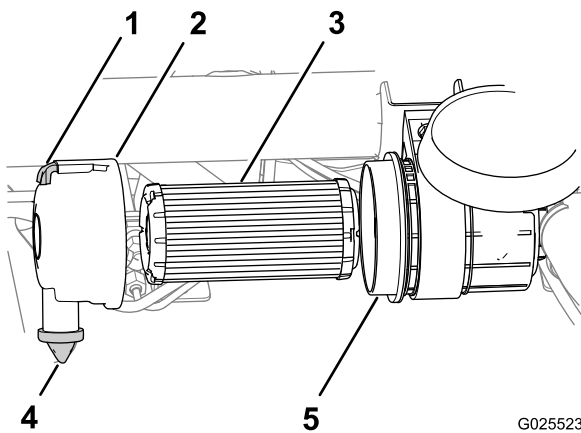

Figura 52
1. Tirate il fermo verso l'esterno e ruotate il coperchio del filtro dell'aria in senso antiorario (Figura 52).
3. Togliete il filtro dell'aria dall'alloggiamento (Figura 52).
4. Pulite l'interno del coperchio del filtro dell'aria e del relativo alloggiamento (Figura 52).
5. Rimuovete la valvola antipolvere in gomma dal coperchio (Figura 52).
6. Pulite il foro di espulsione della morchia, situato sul coperchio del filtro dell'aria, e la cavità della valvola antipolvere, quindi riposizionate la valvola antipolvere (Figura 52).
8. Montate il filtro dell'aria nuovo premendo leggermente sul suo bordo esterno per inserirlo nel relativo alloggiamento (Figura 52).
9. Allineate il coperchio del filtro dell'aria con la valvola antipolvere in posizione a ore 6, vista dall'estremità sinistra del coperchio (Figura 52).
10. Fissate il fermo del coperchio del filtro dell'aria (Figura 52).